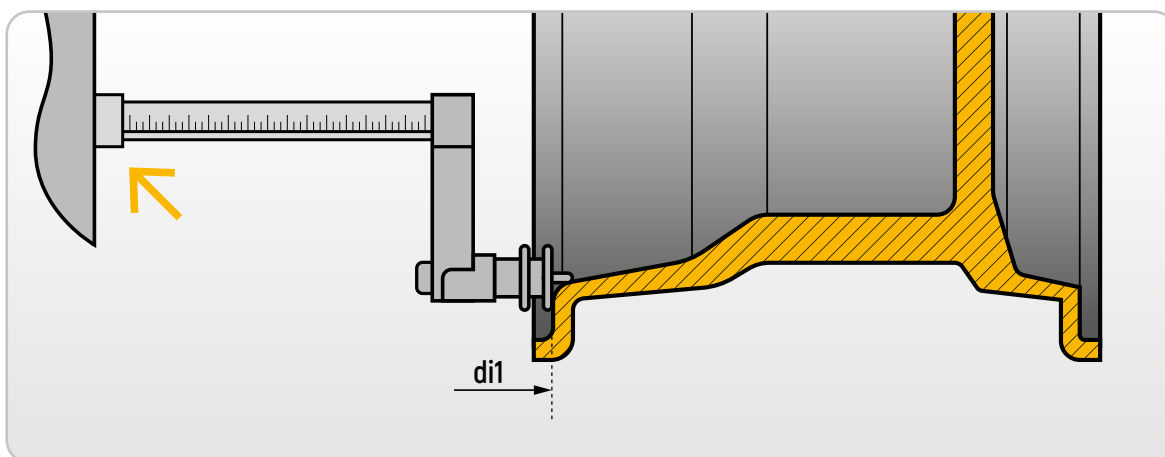

Figura 6.3 Leitura Manual da distância da roda no Tipo de programas ALS1
2. Se o tipo de programas for ALS1, aproxime o sensor de distância encostando-se à roda como indicado na **Figura 6.3**, caso contrário, proceda com a etapa 4.